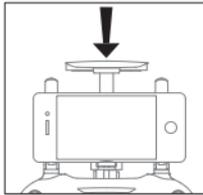

Bild 9
2. Legen Sie das Smartphone in den Halter, und lassen die Klemme los. Diese hält das Smartphone an seinem Platz (Bild 9 & 10).